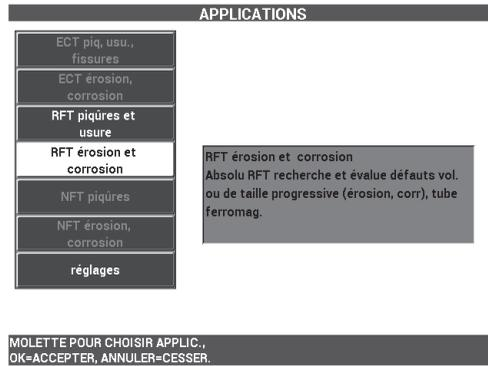

Figure 5-212 Application RFT érosion et corrosion
2. Sélectionnez **CONTINUER** (pressez la touche A), utilisez la molette de réglage pour sélectionner **RFT érosion et corrosion**, et puis appuyez sur  pour accepter (voir la Figure 5-212 à la page 295).